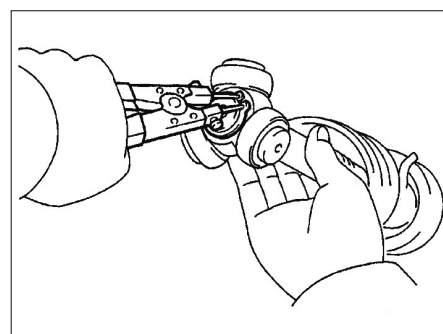

FIG. 5
- Déposer le circlips de retenue du tripode (fig. 5).